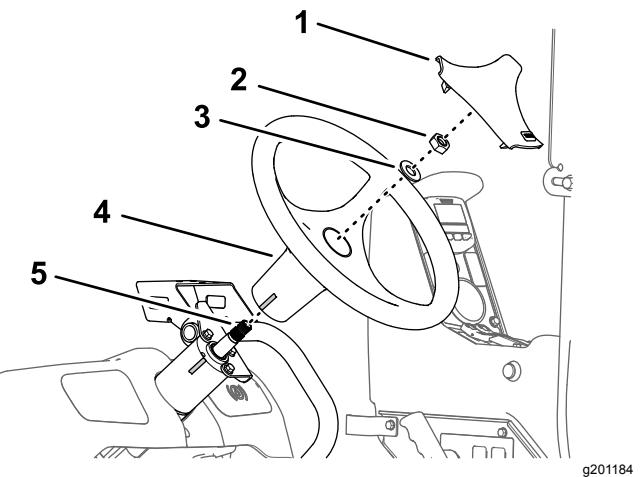

Figura 163
2. Montate il volante sull'albero della valvola di sterzo (**Figura 163**) con la rondella (5/8") e il dado (5/8") rimossi al passaggio 3 di Rimozione del volante (pagina 76).
1. Allineate il segno del nastro adesivo sul volante al segno del nastro adesivo sull'alloggiamento della valvola di sterzo (**Figura 163**).